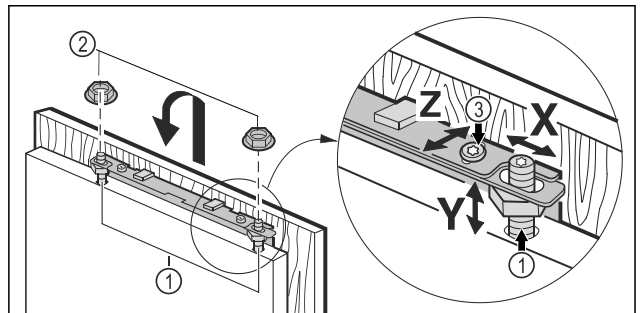

Fig. 44
- ▶ Möbeltür auf die Justagebolzen Fig. 44 (1) einhängen und Kontermuttern Fig. 44 (2) locker auf die Justagebolzen schrauben.
- ▶ Möbeltür in der Höhe Y und in der seitlichen Neigung ausrichten: Justagebolzen Fig. 44 (1) mit einem Schraubendreher einstellen.
- ▶ Kontermuttern Fig. 44 (3) anziehen.